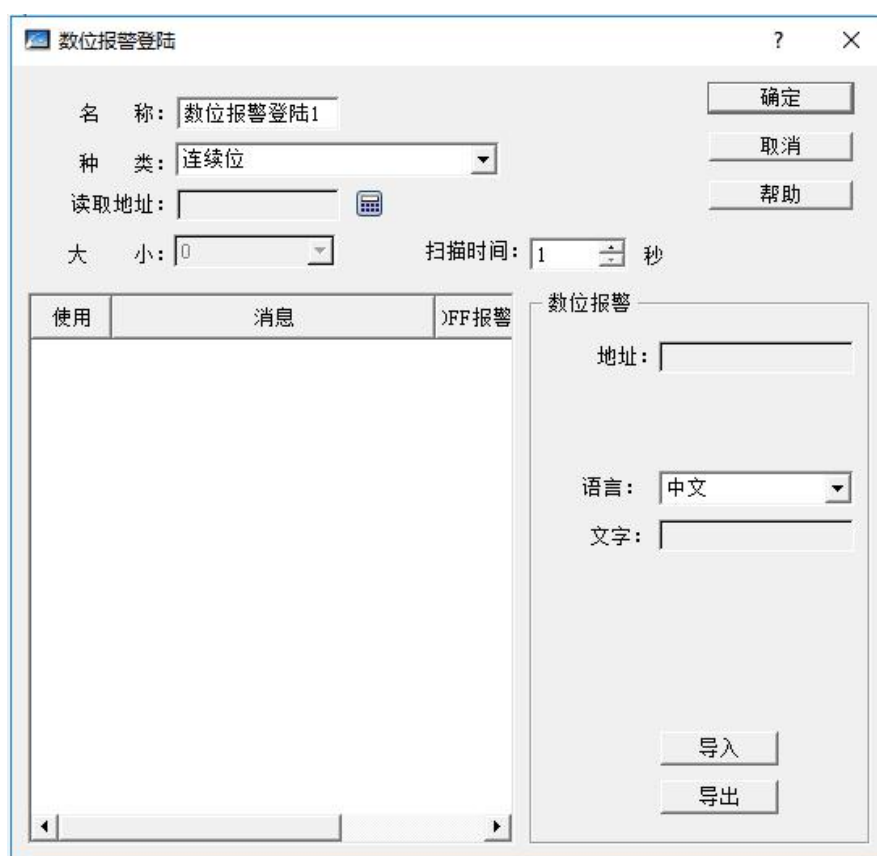

图 7-23 选择了“连续位”数位报警对话框
- 在展开的报警登录选项中，双击“数位报警登录”选项，则可打开数位报警设置对话框，如图 7-23 所示：
- 单击列表框中的某项，再把鼠标移动到右方的“消息”模块中的“文字”编辑框中，在该编辑框中为该项输入文本信息，也即是报警内容。这里假设设置的消息（即报警内容）如图 7-23 所示。
- OFF 报警：选中此项，即该项对应的地址值为 0 (OFF 值) 时产生报警，否则该地址值为 1 (ON 值) 时产生报警。默认是地址值为 1 (ON) 时产生报警。